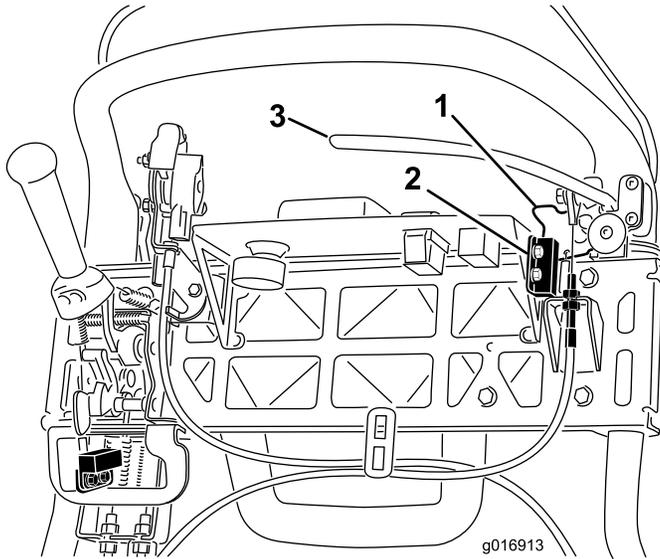

Figure 40
4. Desserrez les fixations du contacteur de sécurité (Figure 40).
5. Placez une cale de 1,6 mm d'épaisseur entre le verrou du frein de stationnement et le contacteur de sécurité (Figure 40).
4. Pour accroître la tension du câble, desserrez l'écrou de blocage supérieur et serrez l'écrou de blocage inférieur du câble (Figure 40) jusqu'à ce qu'il soit nécessaire d'exercer une force de 156 N sur la poignée du levier de frein pour débloquer le verrou du frein de stationnement. Ne tendez pas le câble au point que la bande du frein frotte en permanence.